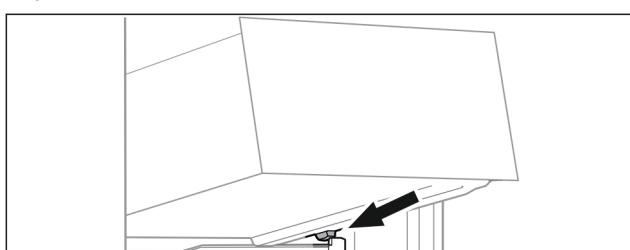

Fig. 22
- Coloque el cajón en diagonal detrás de los topes de la nervadura del contenedor Fig. 22 () .